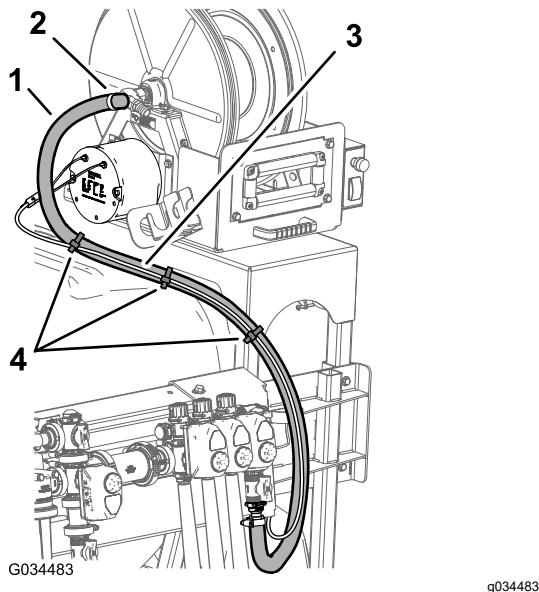

Bild 39
5. Schließen Sie den Schlauch (180 cm) an das gezahnte Schlauchanschlussstück an der Schlauchtrommel an und befestigen Sie den Schlauch mit einer Schlauchklemme, wie in Bild 39 abgebildet.
6. Befestigen Sie den Kabelbaum für die schwenkbare Schlauchtrommel mit drei Kabelbinden am Zulaufschlauch der Schlauchtrommel (Bild 39).